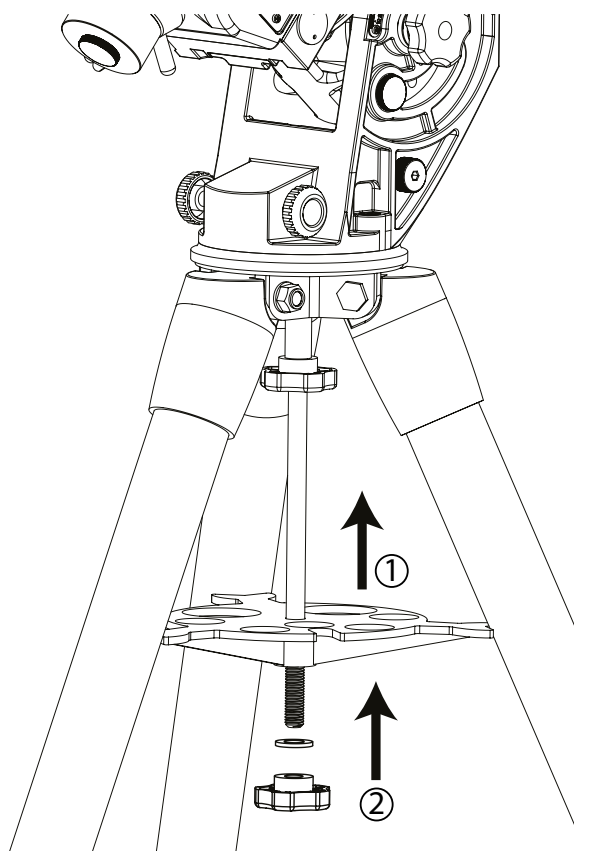

Рис. 1.3a
1. Наденьте лоток для аксессуаров на центральный стержень снизу так, чтобы он упирался во все три опоры треноги. Наденьте на винт-фиксатор шайбу и гайку и закрутите гайку, чтобы зафиксировать полочку в этом положении (рис. 1.3a).